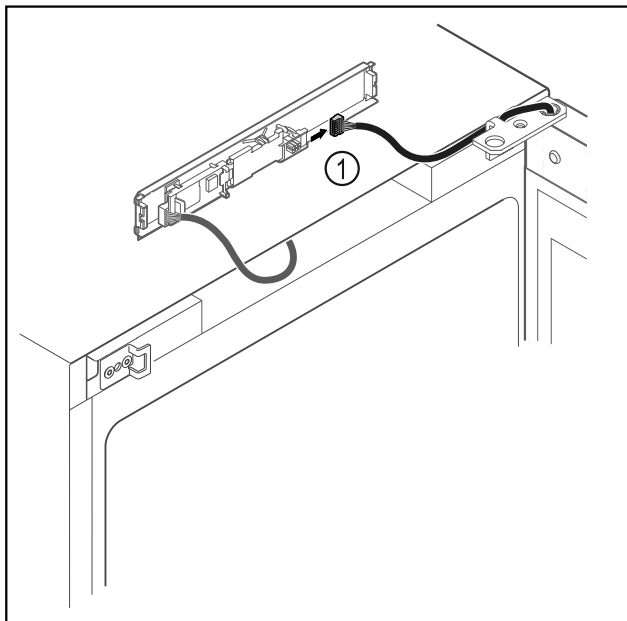

Fig. 20
- ▶ Odvojite utikač Fig. 20 (1) od tiskane pločice.